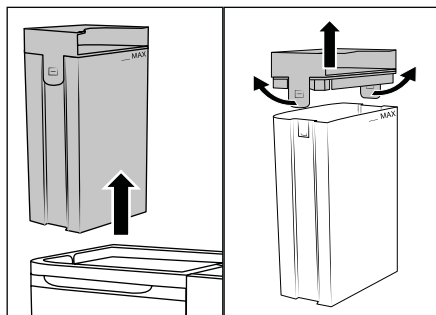

Fig. 5
(1) Mbushni enën me ujë të pastër vetëm me ujë çezme të ftohtë ose të ngrohtë ose ujë të distiluar **2** . Mos përdorni ujë të valuar.
(2) Mos e përdorni kurrë pajisjen pa ujë në enën e ujit të pastër **2** . (3) Përdorni vetëm pastrues tapicerie që nuk krijojnë shkumë dhe që janë në dispozicion në treg ose **Solucion pastrimi me uthull LIDL W5**. Detergjentët e tjerë të pastrimit mund ta dëmtojnë pajisjen. Ne rekomandojmë të shtoni tre lugë gjelle **Solucion pastrimi me uthull LIDL W5** në një enë të mbushur (1.7 litra) me ujë të pastër **2** . Nëse është e nevojshme, rritni gradualisht përqindjen e solucionit të pastrimit me uthull derisa të arrihet rezultati i dëshiruar.
- ◆ Kopeni enën e ujit të pastër **2** nga doreza e kapakut **1** dhe tërhiqeni lart jashtë pajisjes (shih Fig. 5).
- ◆ Tërhiqni butësisht dy fletët mbajtëse nga jashtë dhe hiqni kapakun **1** (shih Fig. 5).